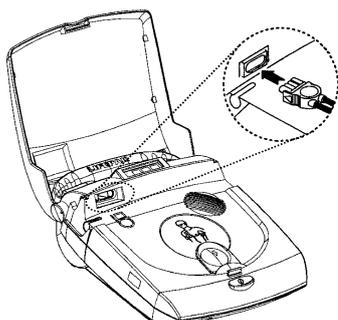

図4. 電極の接続
- (1) 患者の心拍が停止していることを確認する。(意識、呼吸、脈拍がない等)
- (2) 水又は電導性物質を避けて、表面の固い場所に患者を寝かせる。
- (3) 患者を仰向けに横たえ、胸部を露出させる。胸部が毛深い患者の場合は、胸部の毛を剃る。
- (4) 患者の胸部が濡れている又は汚れている場合には、拭拭して乾燥させる。[アルコールや発汗抑制剤などは使用しないこと。]
- (5) クイックバック電極以外のフィジオコントロール社製除細動電極を使用する場合は、使用直前に電源スイッチを押してカバーを開き、図4のように電極のコネクタを挿入する。